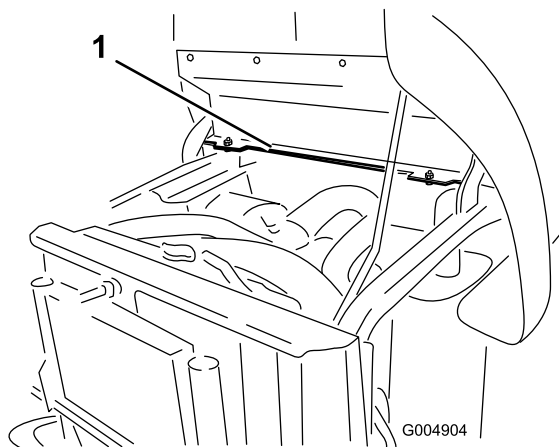

Figura 8
1. Individuate i 2 fori di montaggio sul lato sinistro del supporto del telaio posteriore (Figura 8).